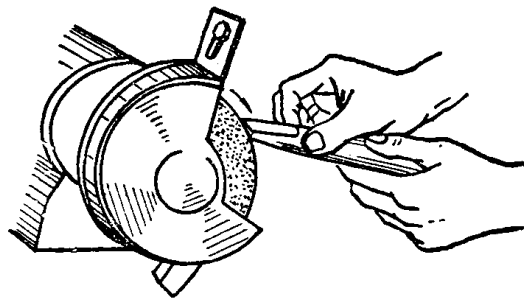

图2.9 錾子的刃磨
② 錾子的刃磨 錾子切削部分的好坏直接影响錾削的质量和工作效率。錾子切削部分的刃磨要求是：锋口两面要一样宽而且要平整光滑，刃口成一直线；錾子楔角 β 的大小要与工件材料硬度相适应，而且楔角两面要对称。一般錾削较硬材料，如中碳钢、铸铁时，楔角 β 为 $60^\circ\sim 70^\circ$ ；錾削一般材料，如低碳钢时楔角 β 为 $30^\circ\sim 50^\circ$ 。刃磨时，将錾子轻轻搁在砂轮轮缘上，位置稍高于砂轮中心，见图2.9。使錾子在砂轮全宽上左右移动，注意控制握錾的方向、位置，保证符合刃磨要求。刃磨时应经常沾水冷却，防止錾子过热退火。
(2) 錾削方法